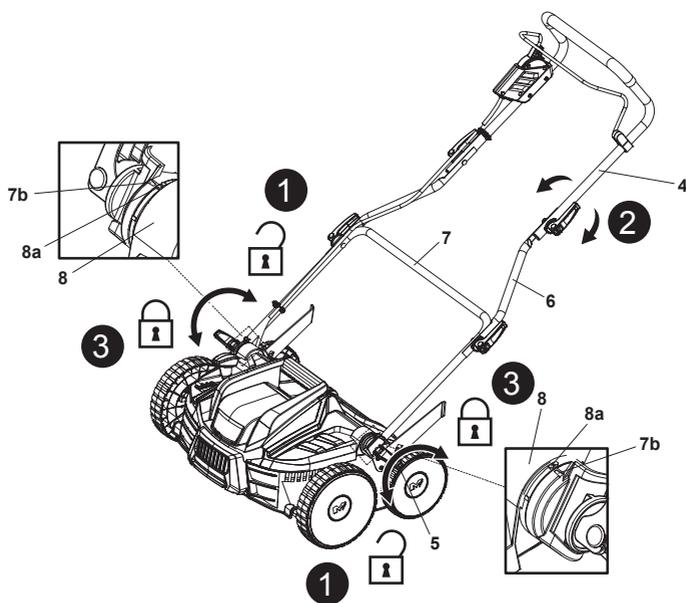

Fig. 11
1. Depliază și slăbește în sens antiorar levierul de prindere (5) de pe ambele părți ale barei inferioare a mânerului (7), dar nu le scoate (Fig. 11, pasul 1).
2. Ține și înclină ansamblul mânerului în poziția dorită aliniind indicatorul (7b) cu linia indicatoare (8a) de pe suportul mânerului (8) (Fig. 11, pasul 2). Ai grijă să montezi ansamblul mânerului la aceeași înălțime în ambele părți.
3. Fixează ansamblul mânerului pliiind levierul de prindere (5) către bara inferioară a mânerului (7). Dacă levierul de prindere (5) nu poate fi pliat, slăbește-l și strânge-l din nou. Dacă levierul de prindere (5) este prea slăbit, strânge-l rotindu-l în sens orar (Fig. 11, pasul 3).